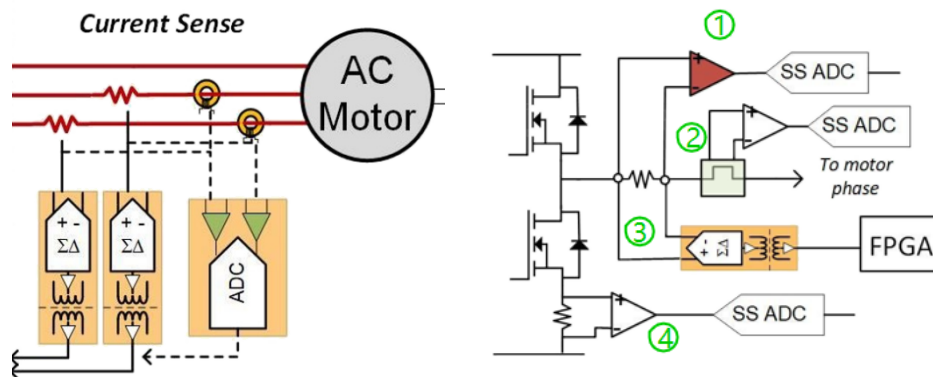

图3. 电流反馈方案示例
3. **类相分流电阻检测：**这是一种不太准确的电流反馈方法，如图3标记为④处所示，信号被调理后直接传送至ADC，通常使用AD8515这种相对快速的运算放大器。